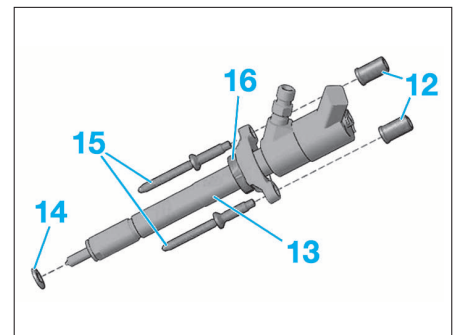

FIG. 62
- Desserrer les raccords (10).
- Déposer les tuyaux (11).
- Déposer les écrous (12) (Fig.62).